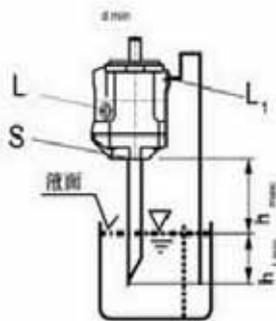

图2
b) 如果油箱的最低液面低于泵的安装法兰面则“L₁”以及可能“S”口的接管见图2。封闭“L”口，见1.2.1节。
油箱上的安装见图2。